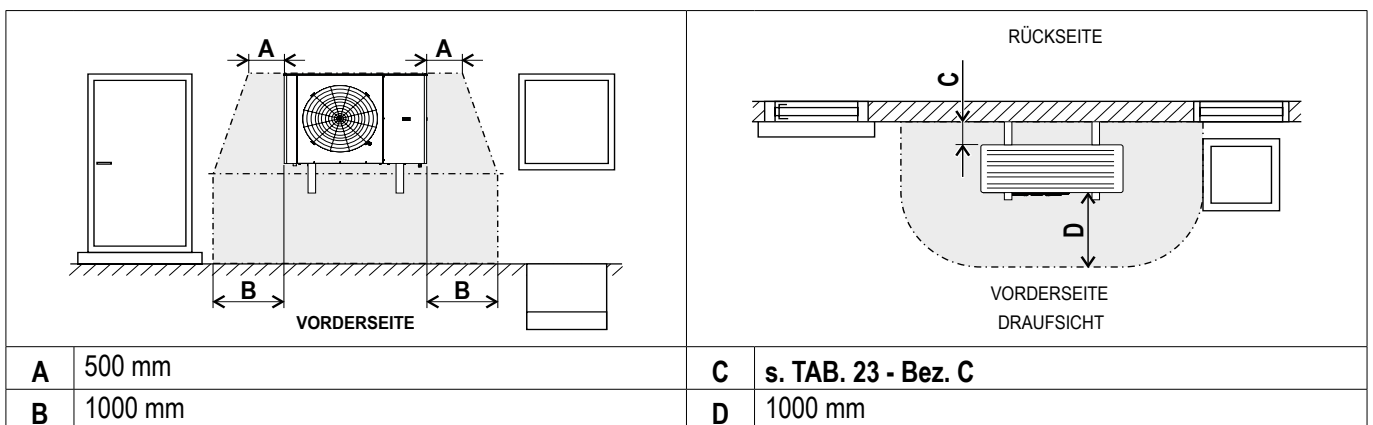

ABB. 37 (Sicherheitsbereich im Falle einer Installation an der Wand vor einer Gebäudewand)
UM DIE ÜBERTRAGUNG VON VIBRATIONEN AUF ANGRENZENDE GEBÄUDE ZU VERMEIDEN, VERWENDEN SIE VERBINDUNGSLEITUNGEN ZUR MASCHINE MIT EINER LÄNGE VON MINDESTENS **0,75 m** (s. **ABB. 37**).
- 1) Schrauben Sie die Abdeckkappen (**ABB. 37 - Bez. 3**) von den Zulauf- (**ABB. 37 - Bez. 5**) und Rücklaufanschlüssen (**ABB. 37 - Bez. 4**) ab und entfernen Sie diese.
- 3) Installieren Sie einen Schlauch (**ABB. 37 - Bez. 6**) mit einer Dichtung (**ABB. 37 - Bez. 2**) und einem Absperrventil im Heizungsrücklaufanschluss zum Gebäude.
- 4) Installieren Sie einen Schlauch (**ABB. 37 - Bez. 1**) mit einer Dichtung (**ABB. 37 - Bez. 2**) und einem Absperrventil im Heizungszulaufanschluss zur Wärmepumpe.
- 6) Isolieren Sie alle Leitungen (**ABB. 37 - Bez. 7**)